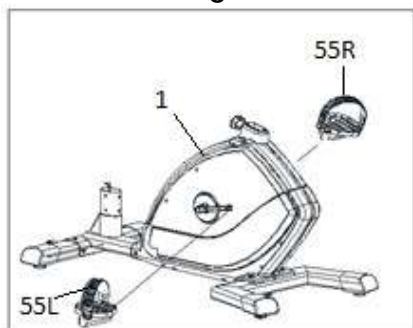

Fig.4
Coloque los tornillos (62) con arandelas curvas (65) como muestra la Fig.4, alinee el tubo manillar y apriete levemente. Coloque los tornillos (64) como muestra la Fig.4 y apriete levemente.